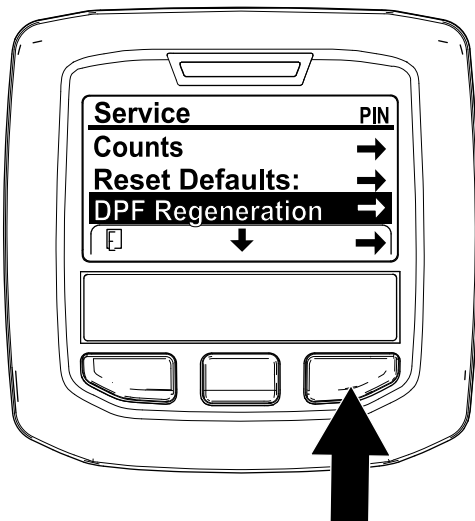

Figura 69
- Accesai meniul Service și apăsai butonul central pentru a derula în jos la opțiunea DPF REGENERATION (REGENERARE DPF) (Figura 69).
- Apăsai butonul din dreapta pentru a selecta accesarea Regenerării DPF (Figura 69).